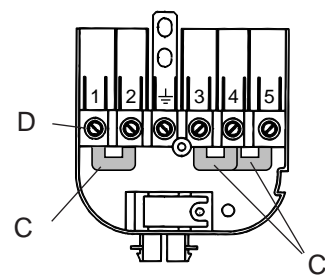
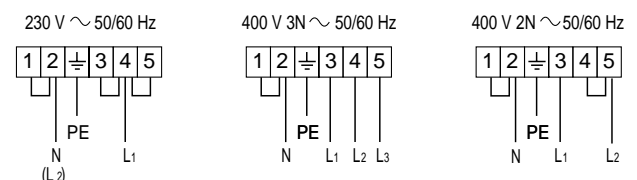

Fig. 6.3
Fig. 6.4
- ✓ Posizionare i cavallotti C sulla morsettiera D (fig. 6.3) secondo lo schema di fig. 6.4
- ✓ Inserire il cavo di alimentazione, di tipo e sezione adeguata (vedere capitolo specifico), nel passacavo F della protezione B e collegare i cavi di fase e di terra ai rispettivi morsetti della morsettiera D secondo lo schema di fig. 6.4.